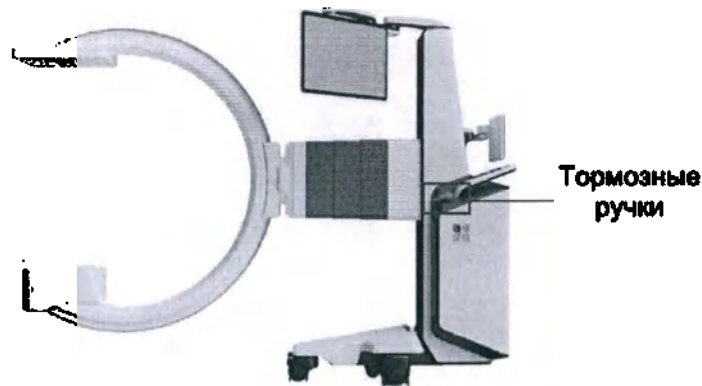

Рисунок 4.2 – Транспортировочное положение штатива
2. Перевести тормозные ручки и ножной тормоз (опция) в положение «разблокировано» (см. рисунок 4.2);